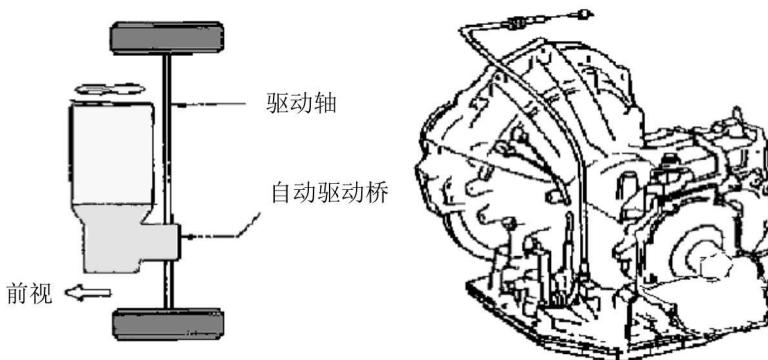

图 1-2 前置前驱动自动变速器示意图
(1) 前置前驱动自动变速器 (FF 型或 FWD 型)。这种变速器仅使用在前轮驱动的轿车上，通常发动机呈横向布置。由于这类变速器兼有驱动桥的功能，在变速器内部除了具有变速机构外，还装备了主减速器和差速器（这两个总成一般装备在驱动桥上），因此这种变速器又称变速驱动桥 (Transaxle)。如图 1-2 所示。